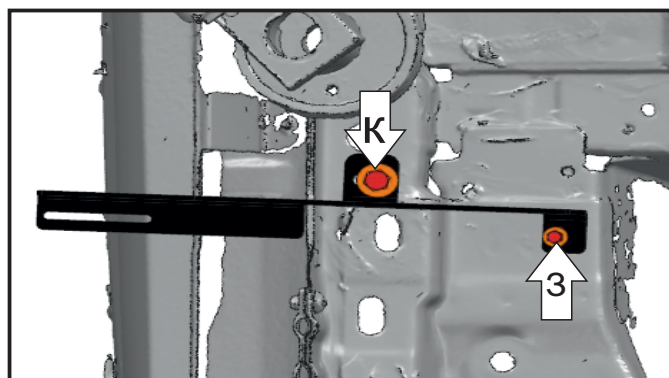

Рис. 6
7. Со стороны пассажира при помощи болта M6x30, шайбы 6 и втулки 10 мм закрепить заднюю часть заднего кронштейна через штатную резьбу (З)(Рис. 6). Со стороны водителя при помощи болта M6x30, шайбы 6 и втулки 8 мм закрепить заднюю часть заднего кронштейна через штатную резьбу (И)(Рис. 7). Переднюю часть заднего кронштейна закрепить болтом M10x30 с шайбой 10 на установленную гайку закладную M10 с проволокой (К) (Рис. 6,7).